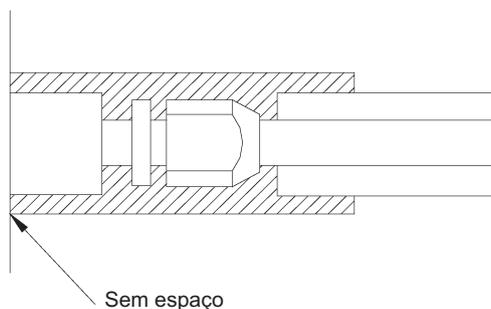

Fig.7
2. As juntas da unidade interior devem ser envolvidas em material isolante e não pode existir gás na junta da unidade interior, como a Fig.7 indica.